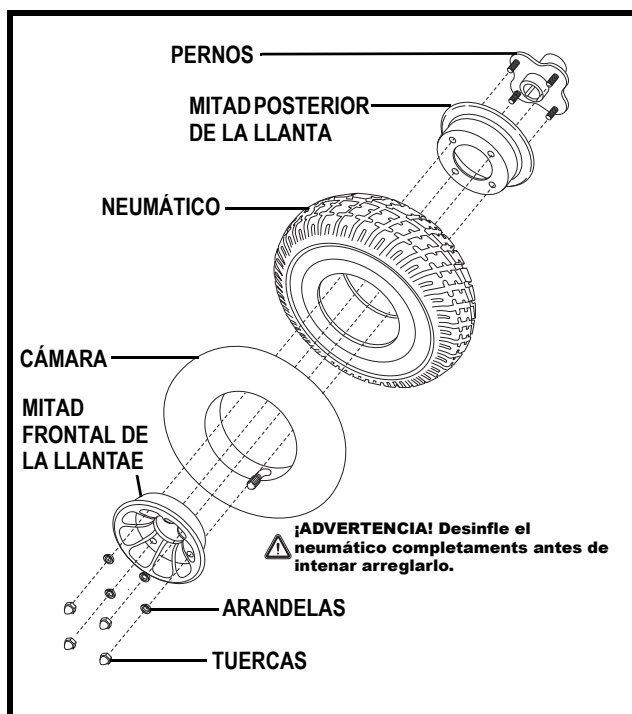

Figure 26. Drive Wheel Assembly
6. Quite las tuercas y las arandelas y separe las dos coronas (fig. 26).